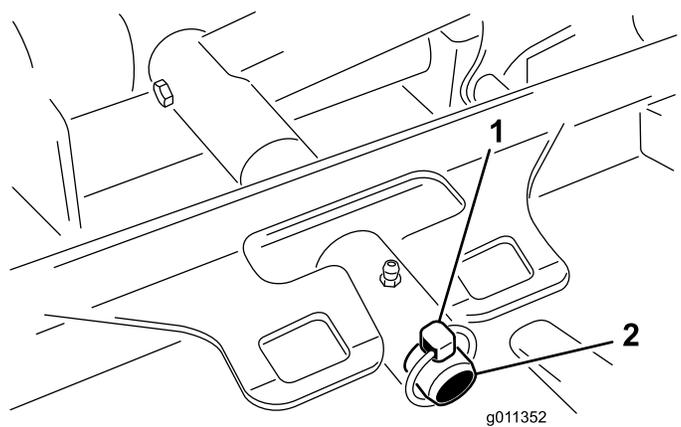

Figura 79
3. Rimuovete l'acciarino (per macchine Groundsmaster 4500) o il dado di fissaggio (per macchine Groundsmaster 4700) che fissa il telaio portante dell'apparato di taglio al perno girevole del braccio di sollevamento (Figura 79).
2. Fate scorrere il telaio portante dell'apparato di taglio sul perno girevole del braccio di sollevamento (Figura 79). Fissate l'apparato di taglio al perno con l'acciarino (per macchine Groundsmaster 4500) o il dado di fissaggio (per macchine Groundsmaster 4700).